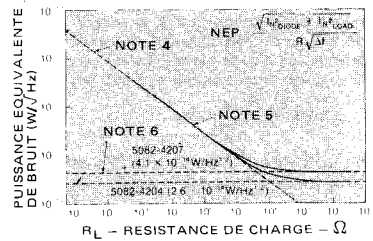

FIGURE 8 - Puissance équivalente de bruit en fonction de la résistance de charge
- Le dépassement de la tension inverse de repos diminue les qualités de faible bruit de la diode, effet sensible uniquement dans le cas où l'on fonctionne dans la zone de faible bruit (voir Figure 8).